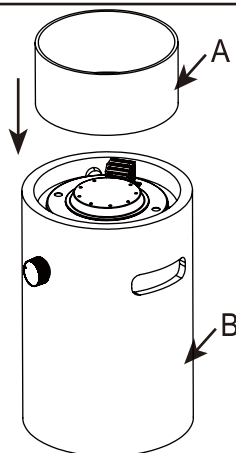

Figura 4
3. Inserire lo schermo in vetro (A) sulla parte superiore del corpo del braciere (B) (vedere Figura 4).